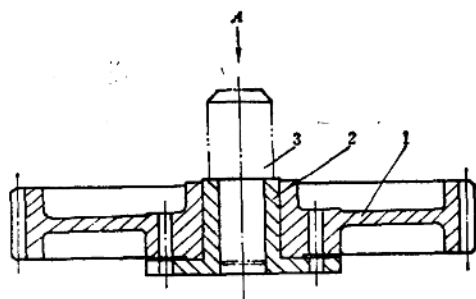

图8-1-17 轮毂拆卸
(4) 驱动轴Ⅱ的修理
① 轮毂外径与齿轮内孔研死的修理
b. 如轮毂与齿轮研得过死无法拉出时，可先将轮毂与齿轮一起拉出，再作一根有两级直径的轴，一级略小于轮毂孔径 $0.1\sim 0.2\text{mm}$ ，长度不超过孔长，另一级轴径要小于齿轮孔径 2mm 左右，长度要超过孔长 $20\sim 30\text{mm}$ ，将此轴装入轮毂孔内，轴大端向下（轮毂带保险销孔端朝上）在特制的胎具上将齿轮垫平，高度要超过所使用的千斤顶和大端轴的长度之和，然后将齿轮与胎具用联接螺栓固牢，用千斤顶将轮毂向上顶出，将研痕经修磨配制后再用（图8-1-17）。